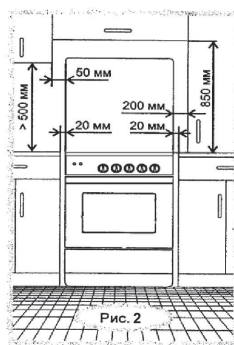

Рис. 2
- 6.8. Плита должна устанавливаться в помещении на расстоянии не менее 1,5 м от металлических раковин и труб, водопровода, отопления и канализации. Расстояния, которые необходимо выдерживать при установке плиты, показаны на рис. 2.